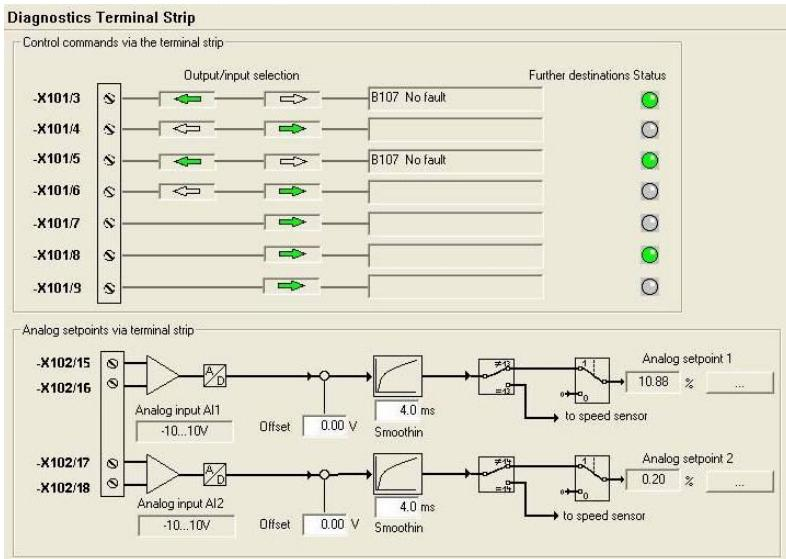

Рис. 39. Окно «Диагностика клеммников»
- **Terminal strip diagnostics** – при выборе данного пункта открывается окно (рис.39), в котором отображается информация о состоянии входных/выходных сигналов преобразователя: цифровых (клеммник X101) и аналоговых (клеммник X102);